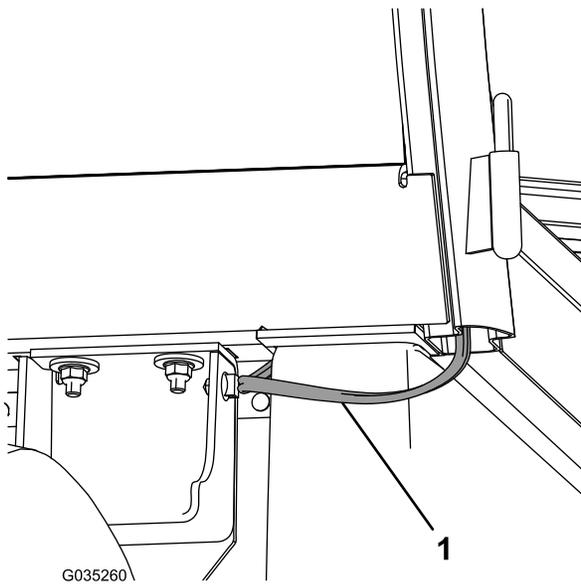

**Рисунок 18**
- **На машинах, выпущенных в 2019 г. и позже**, прикрепите новый блок предохранителей при помощи 2 винтов с шестигранными головками с буртиками (№ 10 x ¾ дюйма) и 2 рифленых гаек (№ 10), как показано на Рисунок 18.
2. **На машинах, выпущенных в 2019 г. и позже**, подсоедините гнездовой соединитель на жгуте проводов к новому блоку предохранителей (Рисунок 18).